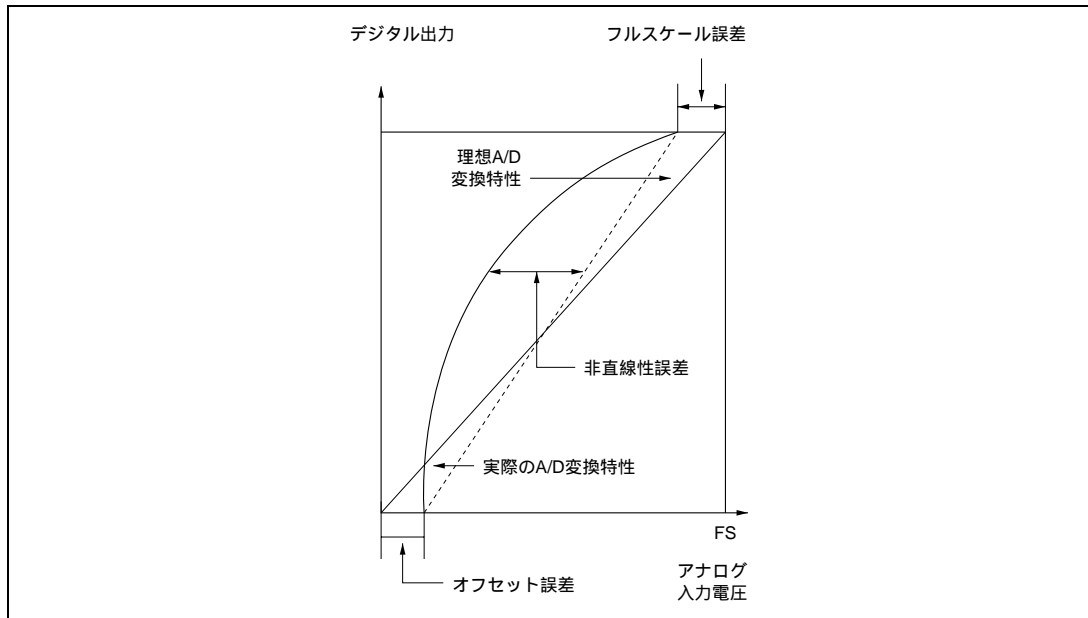

図 15.10 A/D 変換精度の定義 (2)
- オフセット誤差 : デジタル出力が最小電圧値 0000000000 から 0000000001 に変化するときのアナログ入力電圧値の理想 A/D 変換特性からの偏差 (図 15.10)
- フルスケール誤差 : デジタル出力が 1111111110 から 1111111111 に変化するときのアナログ入力電圧値の理想 A/D 変換特性からの偏差 (図 15.10)